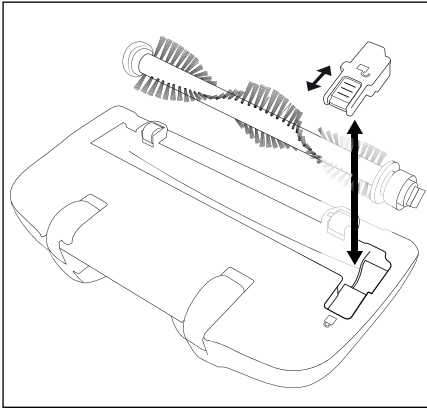

Fig. 4
- 2) Skub låsen på dækpladen bagud i retning af symbolet , så dækpladen kan tages af (fig. 4).
- 7) Sæt dækpladen på igen, og lås den ved at skubbe låsen i retning af symbolet  (fig. 4).